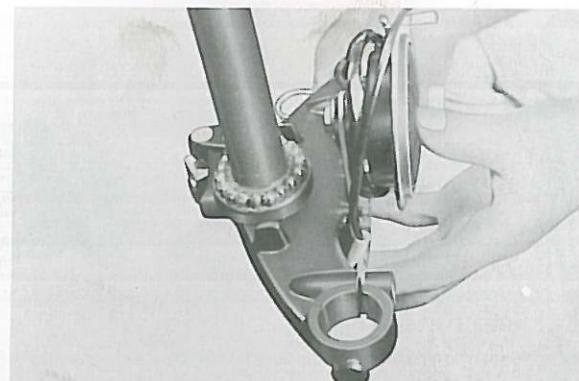

Fig. 5-7-6
12. Remove bracket while being very careful not to lose any bearings from the lower assembly. (Fig. 5-7-6)
12. Enlever l'étrier inférieur portant la tige de direction, en faisant très attention de n'égarter aucune des billes du roulement inférieur. (Fig. 5-7-6)
12. Gabelführung abnehmen; dabei sehr vorsichtig vorgehen, damit keine Kugeln des unteren Lagers verloren gehen. (Fig. 5-7-6)